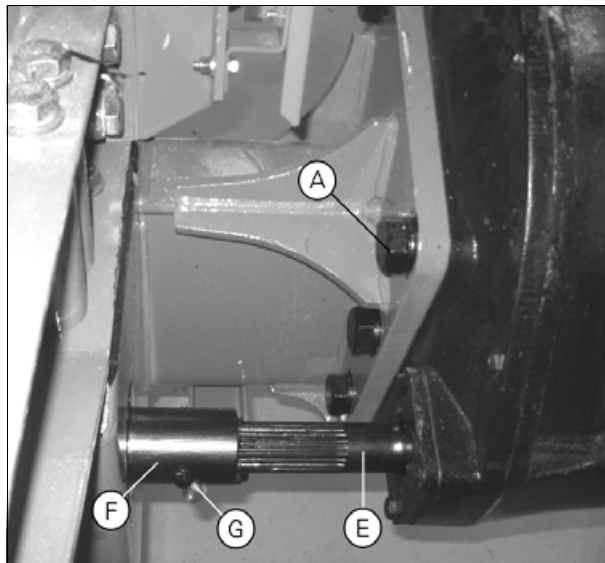

Рис. 3.
3. Закрепите подъемную цепь на болте (B), расположенном ближе к заливной пробке (C) в направлении движения, и в одном из отверстий ступицы колеса (D). Это позволит сбалансировать узел при подъеме.
5. Отверните болты (A) рис. 3 и снимите конечный привод.